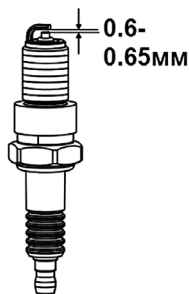

Рис.16 Свеча зажигания
4. Измерьте зазор между электродами свечи зажигания специальным щупом. Зазор должен быть 0,6-0,65 мм (Рис.16). При увеличении или уменьшении требуемого зазора рекомендуется заменить свечу, так как регулировка зазора может привести к изменению качества искрообразования.